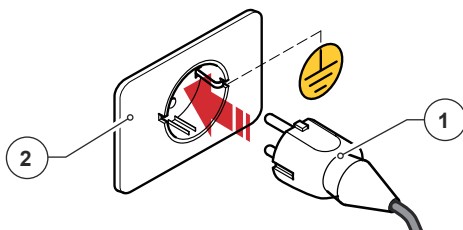

Fig. 5
- Innestare la spina del cavo di alimentazione (Fig. 5 Part. 1) alla presa a muro predisposta nel luogo di utilizzo (Fig. 5 Part. 2);